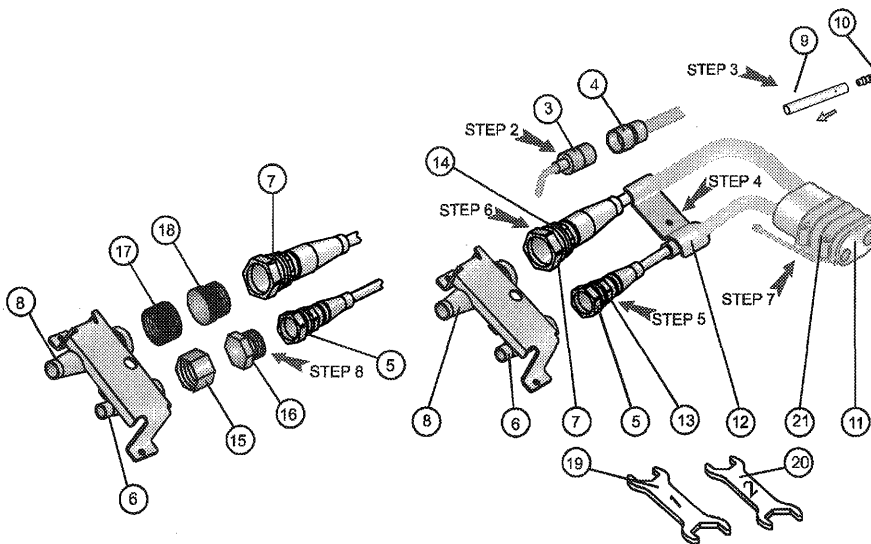

Figure 11
- ETAPE 2.** Débrancher le connecteur électrique (3) et l'enlever de son logement (4).
- ETAPE 3.** Séparer le tuyau de drainage (9) du bac de récupération (10).
- ETAPE 4.** Enlever le collier (12) en desserrant sa vis.
- ETAPE 5.** Desserrer le raccord haute pression (5) de la pièce avec lequel il correspond (6) en la dévissant de la façon suivante:
- Maintenir l'écrou hexagonal (13) à l'aide de la clé numéro 2 fournie (20) et dévisser avec la clé numéro 1 fournie (19) l'écrou hexagonal (5).
- Dévisser doucement l'écrou (5) et séparer les 2 pièces (5) et (6).
- ETAPE 6.** Desserrer le raccord basse pression (7) de la pièce avec lequel il correspond (8) en la dévissant de la façon suivante:
- Maintenir l'écrou hexagonal (14) à l'aide de la clé numéro 2 fournie (20) et dévisser avec la clé numéro 1 fournie (19) l'écrou hexagonal (7).
- Dévisser doucement l'écrou (7) et séparer les 2 pièces (7) et (8).
- ETAPE 8.** Pour protéger les orifices du tuyau de tout matériel ou contamination, bouchez-les à l'aide des prises et des couvercles ; se référer à la figure 11. Insérez la prise (16) dans l'écrou (5), la prise (18) dans l'écrou (7). Mettre (15) sur la pièce (6) et mettre (17) sur la pièce (8). Resserrez légèrement tous ces éléments.